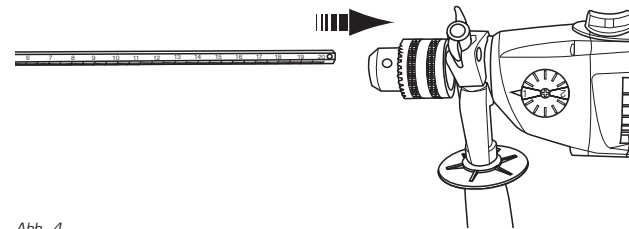

Abb. 4
2. Schieben Sie den Tiefenanschlag (3) durch die Aufnahme (16) am Zusatzhandgriff. Stellen Sie den Tiefenanschlag auf die gewünschte Tiefe. Sie können sich dabei an der Skala auf dem Tiefenanschlag orientieren (Abb. 4).